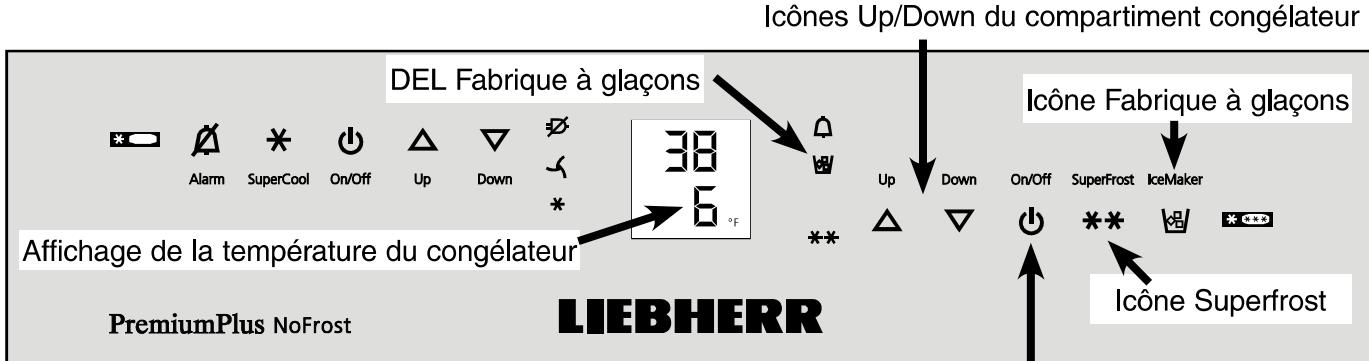

Figure 23
- Mettre en marche la fabrique à glaçons en appuyant sur l'icône Fabrique à glaçons (**Figure 23**).
- Appuyer sur l'icône Fabrique à glaçons afin d'allumer la DEL Fabrique à glaçons (**Figure 23**).